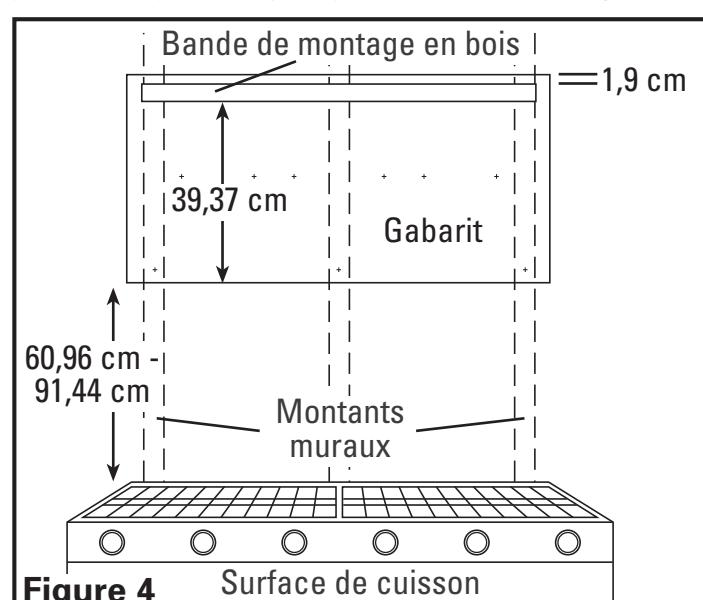

Figure 4
- Déterminez où le dessus de la hotte sera situé dans votre installation et collez le gabarit de montage mural compris en place avec du ruban adhésif (**Figure 4**).